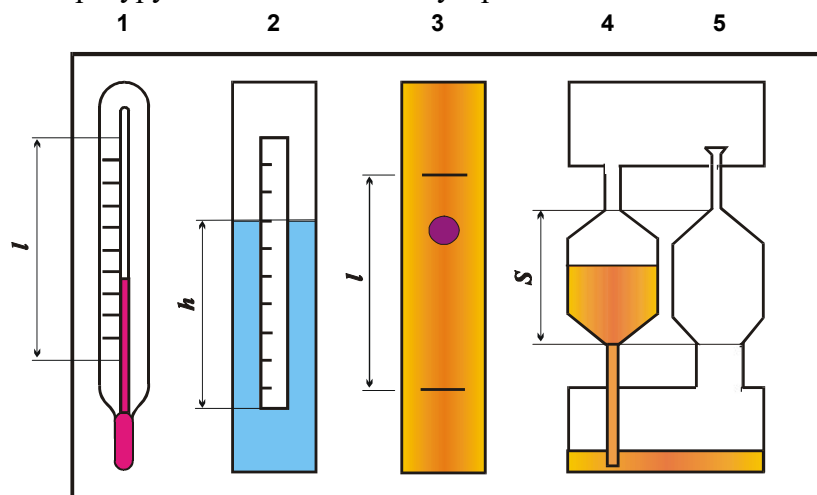

Рис. 1.1. Схема устройства №1:
Устройство для изучения физических свойств жидкости содержит 5 приборов, выполненных в общем прозрачном корпусе (рис. 1.1), на котором указаны параметры для обработки опытных данных. Приборы 3-5 начинают действовать при перевертывании устройства № 1. Термометр 1 показывает температуру окружающей среды и, следовательно, температуру жидкостей во всех устройствах.
1. Перевернуть устройство № 1 (см. рис. 1.1) в вертикальной плоскости и определить секундомером время t истечения через капилляр объема жидкости между метками (высотой S) из емкости вискозиметра 4 и температуру T по термометру 1.